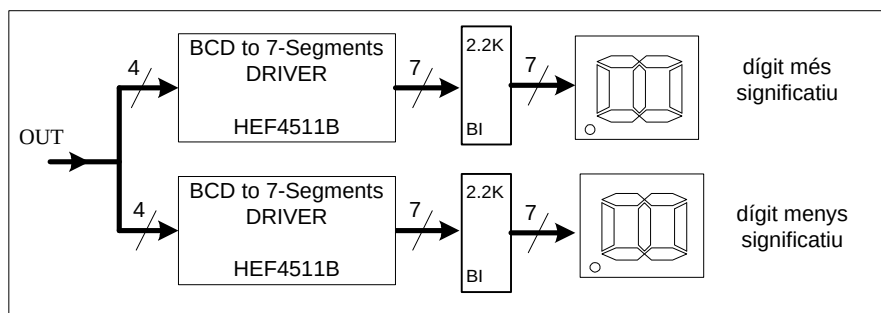

Figura 6. Esquema del circuit velocímetre. Els *displays* 7-segments presenten la velocitat en km/h.
La Figura 6 mostra l'esquema del circuit velocímetre. Les entrades al circuit són: els senyals A i B que vénen dels detectors de pas, un senyal de RESET i un rellotge CLK (senyal quadrat entre 0 V i 5V) de freqüència  $f = 10$  Hz. El RESET s'utilitzarà per a inicialitzar el circuit després de cada mesura de velocitat. Aquest senyal s'accionarà amb un polsador com es mostra al requadre de la dreta de la Figura 6. El rellotge CLK s'obtindrà amb el generador de funcions. La sortida del circuit indica la velocitat en km/h del mòbil i es presenta en un *display* de dos dígit.
(c) Montau la resta del circuit tal i com es mostra a la Figura 6. Utilitzau per això els fulls de dades (*datasheets*) dels integrats que s'adjunten amb el guió. Heu de fer esment en els següents aspectes:
- Si trobau que l'esquema de la Figura 6 es poc detallat, feis-ne un altre a on hi figurin explícitament totes les interconnexions. Això us pot resultar especialment útil en l'interconnexionat de la memòria, els drivers HEF4511B, el chip amb les 8 resistències de 2.2K i i els 7-segments.